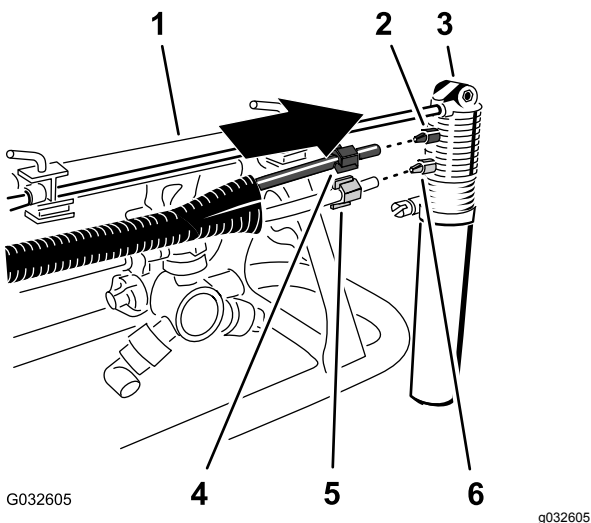

Рисунок 21
- Наденьте синюю зажимную гайку на конец синей трубки и белую зажимную гайку на конец прозрачной трубки (Рисунок 21).
- Совместите конец прозрачной трубки с белой зажимной гайкой на белом фитинге насадки пенного маркера и затяните зажимную гайку от руки (Рисунок 21).
- Совместите конец синей трубки с синей зажимной гайкой на синем фитинге насадки пенного маркера и затяните зажимную гайку от руки (Рисунок 21).